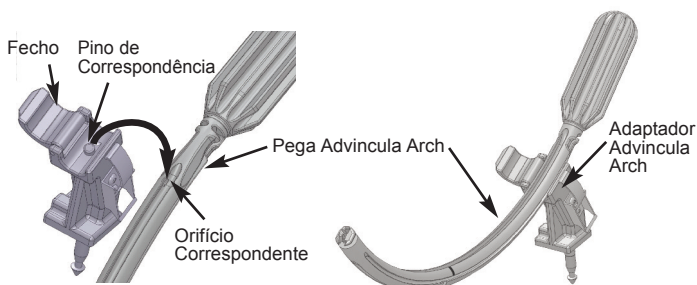

Figura 2. Fixação da Pega Advincula Arch
1. Abra o Fecho do Adaptador (ver Figura 2).